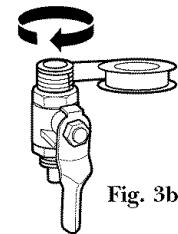

Fig. 3b
4. Usando la cinta sellante blanca proporcionada, aplique aproximadamente 9 vueltas de la cinta alrededor de las roscas grandes en la válvula de entrada (F) en una dirección en sentido de las agujas del reloj, como se muestra en la Fig. 3b.